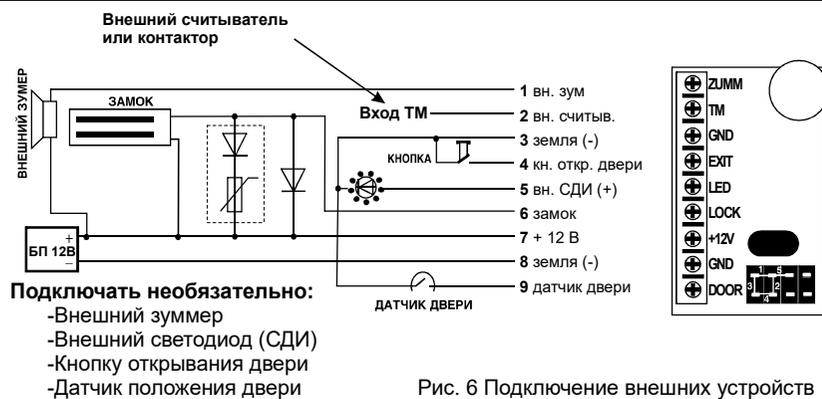
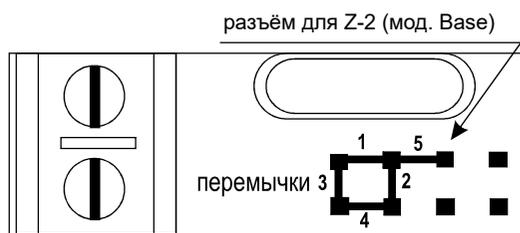

Рис. 6 Подключение внешних устройств
Рис. 3 Положение перемычек
4. Установите защитный диод (см. рис.6). В случае, если замок электромеханический, установите переключатель в положение 1 (см. рис.3).
После этого время срабатывания (открывания) электромагнитного замка может возрасти на 1-3 секунды по сравнению с работающей схемой гашения тока. Если такое увеличение времени неприемлемо, то рекомендуется последовательно с диодом установить варистор на напряжение до 14 вольт и рассеиваемой энергией от 0,7 Дж (рекомендуется V8ZA2P) (см. рис.6).
В комплект поставки контроллера Z-5R входит переключатель, который используется для программирования контроллера (всего пять положений) (см. рис.3).